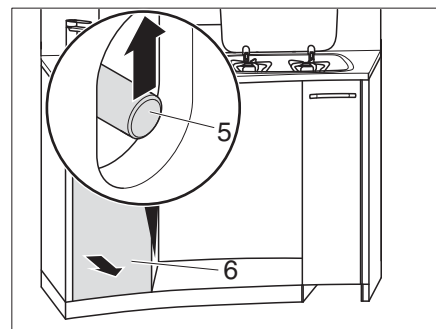

Fig. 112 Desbloquear el cajón superior de la cocina
- Introducir la mano a través de la abertura y empujar hacia arriba la barra de empuje (Fig. 112,5).